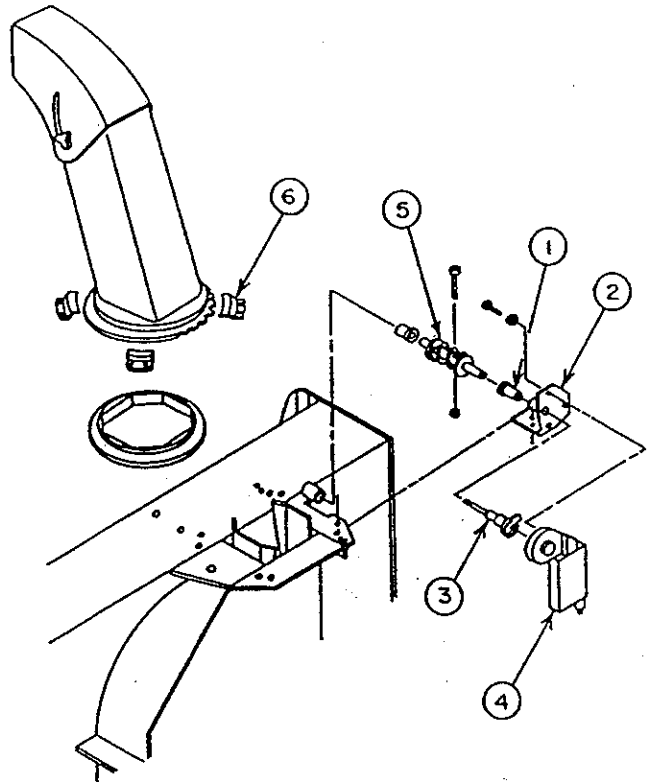

FIGURE 5
- a) Insérez le coussinet de plastique (1 1/16") (fig.5, item 1) dans le support de rotation (fig.5, item 2).
- b) Installez l'adaptateur (fig.5, item 3) sur l'axe du moteur et attachez le moteur (fig.5, item 4) sur le support de rotation en utilisant trois boulons 1/4" x 3/4", rondelles de blocage et rondelles plates. Serrez.
- c) Insérez la partie la plus longue de la spirale de rotation (fig.5, item 5) sur l'adaptateur et ensuite à l'intérieur du coussinet de plastique du support de rotation. Alignez les trous et retenir à l'aide d'une vis à chapeau de 10-24 x 1" et d'un contre écrou de nylon. Serrez fermement.
- d) Installez la goulotte sur le coussinet de rotation et placez les quatre plaques de retenue (fig.5, item 6). Retenir à l'aide des huit boulons 1/4" x 3/4", rondelles de blocage et écrous en installant le support de rotation sous la base de la goulotte. Serrez à un couple de 9-11 lbs-pi..